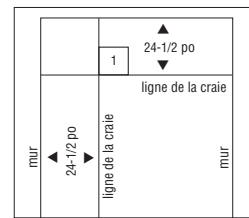

Figure 7
• UNE POSE CORRECTEMENT EFFECTUÉE POUR LE PREMIER CARREAU EST LA CLÉ D'UNE INSTALLATION RÉUSSIE. Placer soigneusement un carreau de 30,5 cm x 30,5 cm (12 po x 12 po) à l'intersection des deux lignes tracées au cordeau (Figure 7). Ne pas utiliser le bord de la languette pour aligner le carreau selon les lignes tracées.